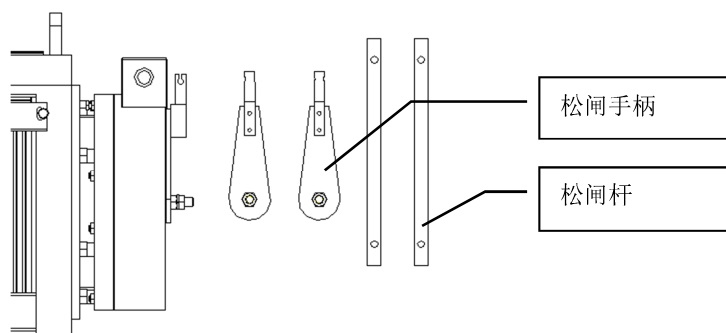

图 16 手动松闸装置图示
- 电梯在运行过程中如出现故障或由于停电引起的关人情况，可以使用手动盘车装置进行紧急放人，示意图(P8 图 16)所示。